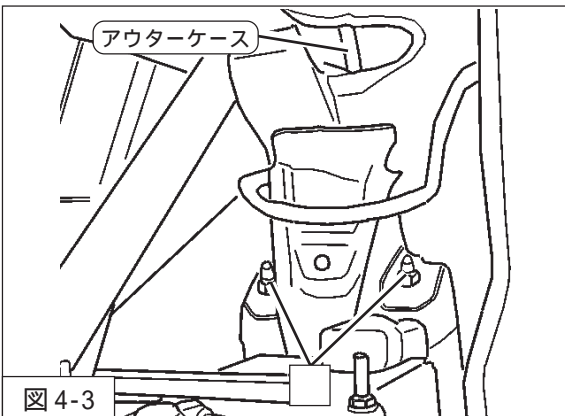

図 4-3
5. ダンパーアップー取付ナット（締付トルク：38～52N・m）を取付けてください。（図4-3）